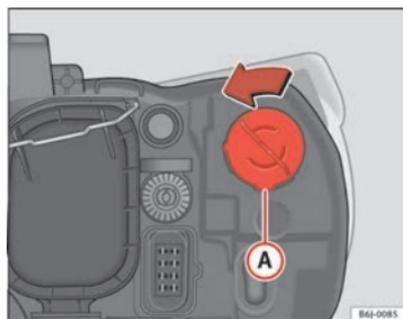

Fig. 132 Feu clignotant
- Tournez le porte-lampes ⇒ fig. 132 **A** vers la gauche puis tirez.